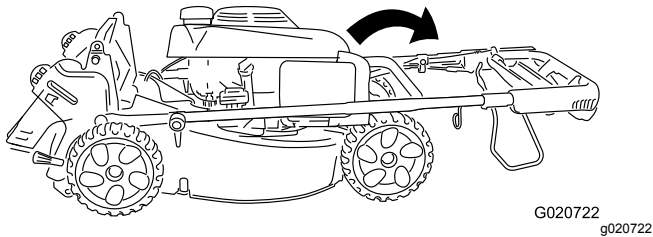

Figure 20
2. Faites pivoter tout le guidon en avant (Figure 20).